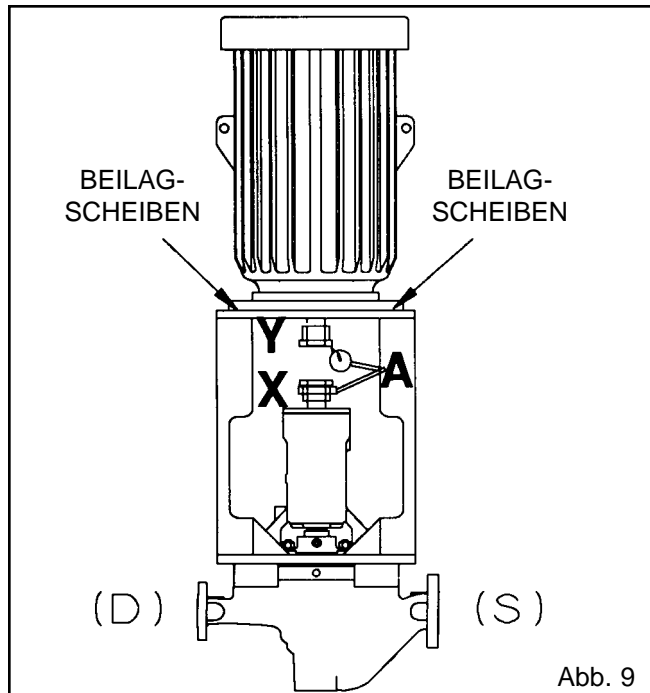

Abb. 9
1. Die Meßuhr A an der Saug-/Auslaßrohrmittellinie (12 Uhr) zur Saugseite hin auf Null stellen (Abb. 9).
- 3a. **Negative Ablesung** - Die Kupplungshälften sind an der zweiten (6 Uhr) Position weiter voneinander entfernt als in der Anfangsposition (12 Uhr). Zur Berichtigung auf der 12-Uhr-Linie Beilagscheiben hinzufügen oder auf der 6-Uhr-Linie Beilagscheiben entfernen (Abb. 9).
- 3b. **Positive Ablesung** - Die Kupplungshälften sind an der Anfangsposition (12 Uhr) weiter voneinander entfernt als in der zweiten Position (6 Uhr). Zur Berichtigung auf der 6-Uhr-Linie Beilagscheiben hinzufügen oder auf der 12-Uhr-Linie Beilagscheiben entfernen (Abb. 9).